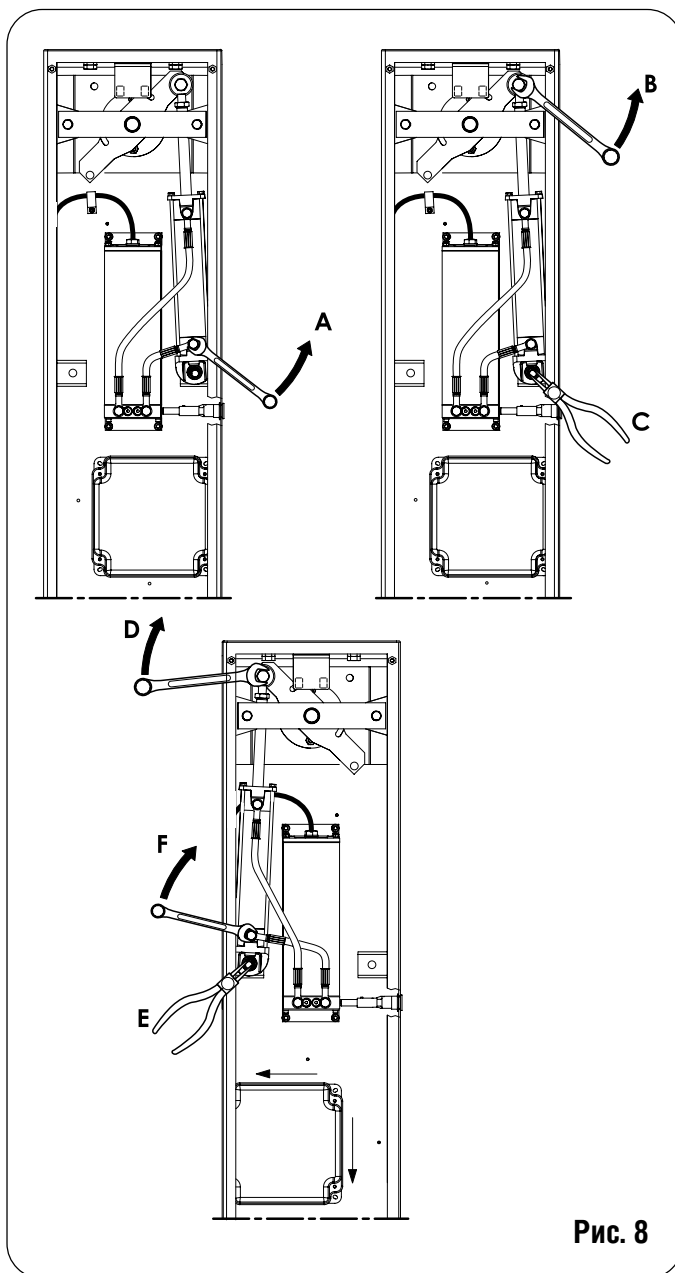

Рис. 8
- Ослабьте соединение (рис.8 , сноска А)
- Временно выкрутите винт, удерживающий плунжер (рис. 8, сноска В) и стопорное кольцо (рис.8 , сноска С).
- Расположите плунжер слева и закрепите его винтом (рис.8, сноска D) и стопорным кольцом (рис.8 , сноска E), которое вы ранее сняли.
- Затяните соединение (рис.8 , сноска F).